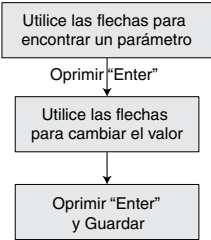

Figura 12 - Cómo cambiar el valor del parámetro.
B. Siga el orden de teclas pulsadas que se ilustra en la Figura 12: